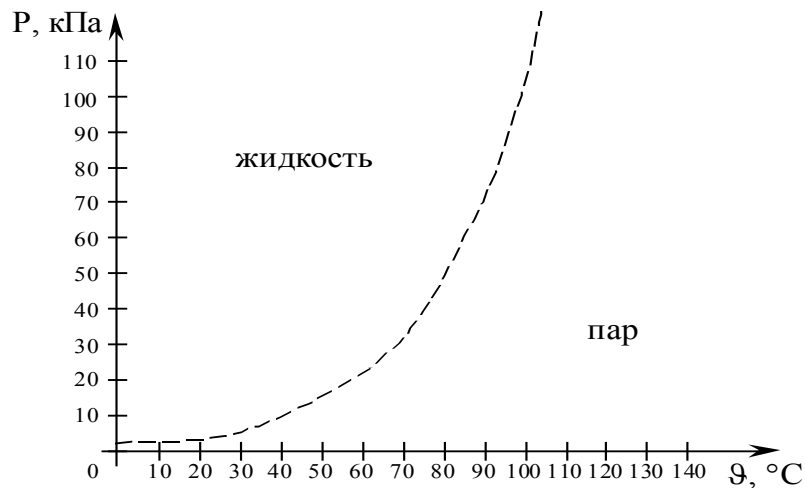
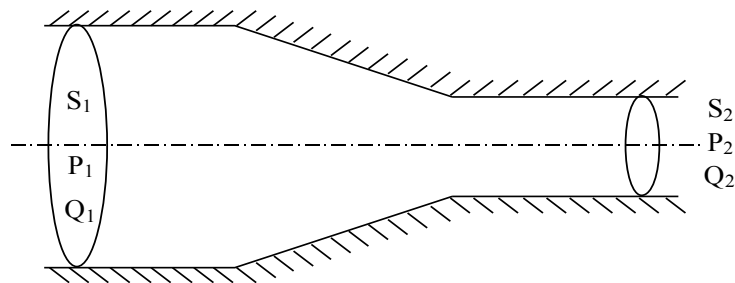

Рис. 1. Фазовая диаграмма воды
Рис. 2. Трубопровод переменного сечения
7. Вода с температурой $\theta = 40\text{ }^{\circ}\text{C}$ протекает в горизонтально расположенном трубопроводе переменного сечения при давлении $P_1 = 10\text{ кПа}$ и расходе $Q_1 = 2\text{ м}^3/\text{с}$. Определить при помощи фазовой диаграммы воды (рис. 1), закипит ли вода в узкой части трубопровода (рис. 2) при известных сечениях $S_1 = 1\text{ м}^2$ и $S_2 = 0,4\text{ м}^2$.